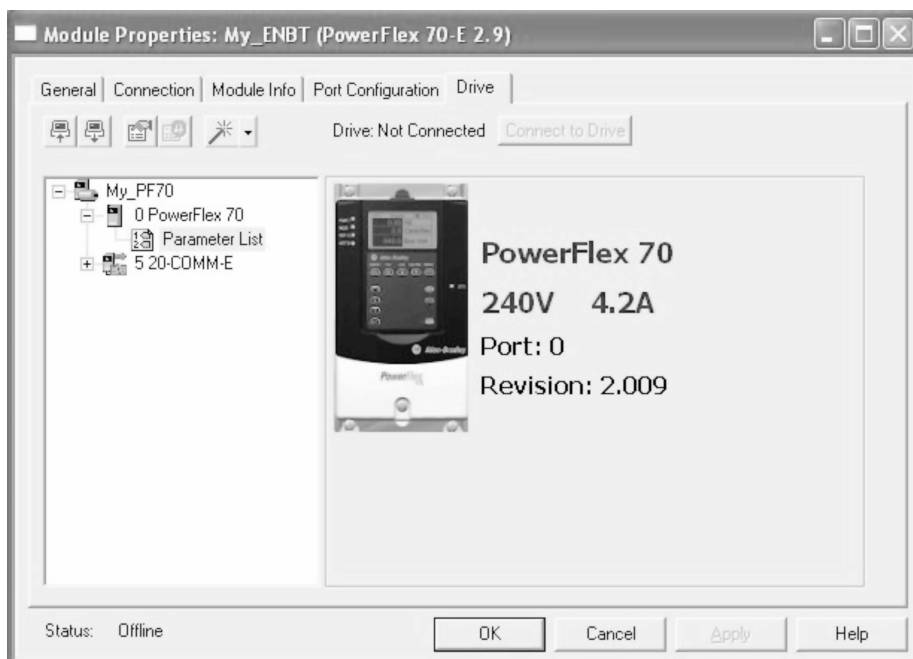

图 25-38 模块属性
34. 在进入在线状态之前完成变频器设置。下载完成后,会返回“模块属性”(Module Properties)窗口,如图 25-38 所示。